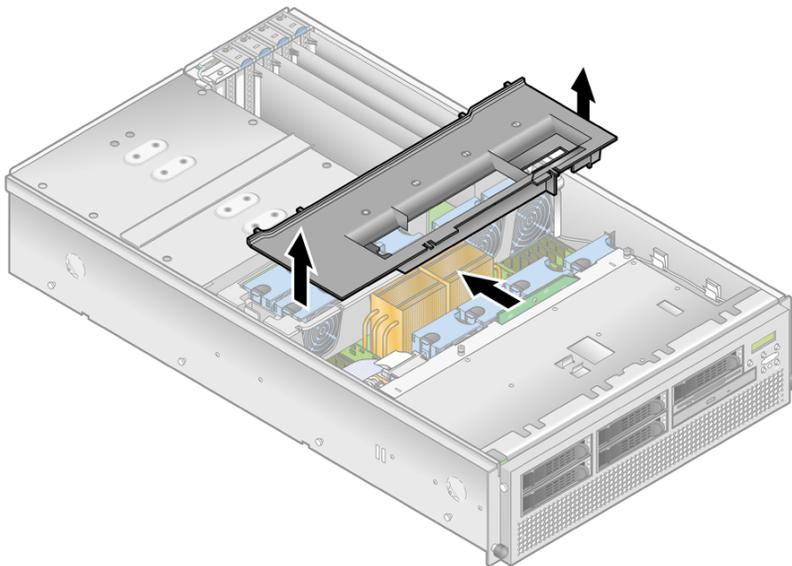

FIGURE 4-18 Retrait du déflecteur d'air principal
3. **Retirez le déflecteur d'air principal (voir FIGURE 4-18).**
2. Retirez le déflecteur d'air principal (voir FIGURE 4-18).
2. **Retirez le déflecteur d'air principal (voir FIGURE 4-18).**